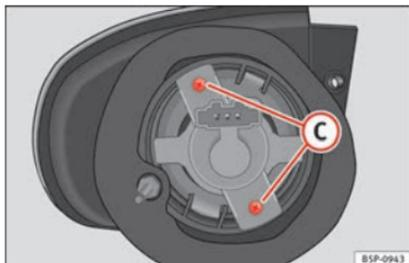

Fig. 186 Luz intermitente.
- Desenrosque los tornillos » fig. 186 (C) del portalámparas y tire del mismo.
- Retire los tornillos » fig. 186 C del portalámparas y tire del mismo.